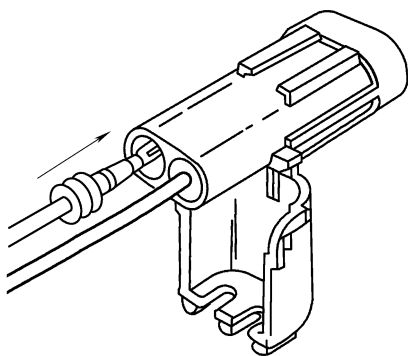

图 6-25 将插头插入插头体并锁紧固定
⑩ 将端子插入插头体中，将锁紧杆卡到位并将端子固定在本体内，如图 6-25 所示。